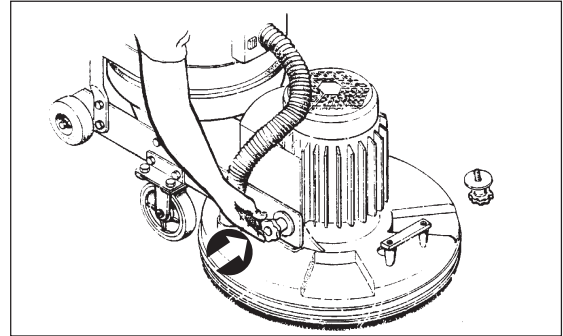

Figura 2
4. Retire las dos perillas manuales de la unidad de lijado y separe la unidad de lijado del bastidor del camión. (Vea la Figura 2)